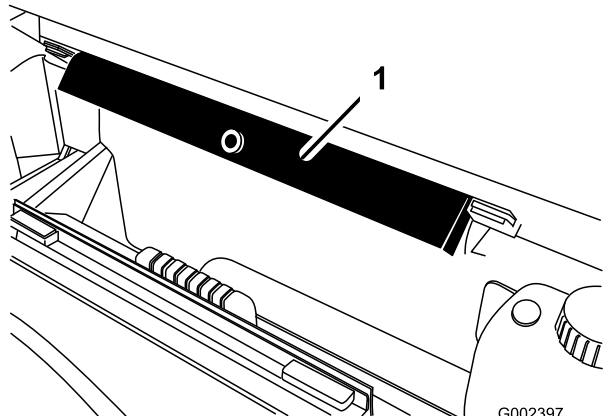

Figura 11
8. Retire o suporte da plataforma dos suportes existentes na parte de trás do painel do sistema ROPS (Figura 11).